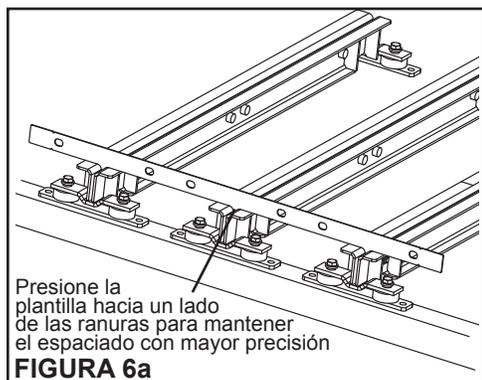

FIGURA 6a
6. **Ajuste todas las vigas transversales de canal.** Con una escuadra, asegúrese de que la primera viga transversal de canal esté perpendicular a la estructura del transportador y apriétela en su lugar. Luego, separe las vigas transversales de canal restantes con el espaciado centro a centro correcto. Utilice las lengüetas en el accesorio proporcionado para establecer el espaciado (Figura 6a). Si esto no es posible, utilice las dimensiones en la Tabla 2 (Figura 6b). Apriete todos los tornillos en su lugar. **NOTA: El espaciado debe ser exacto (+/- 1,5 mm). Este paso es crítico para obtener una instalación exitosa.**